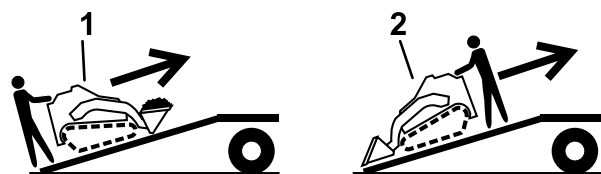

図 20
- 積み込みは、機体の前後のうち重い方を山側登り側にして行う図 20。